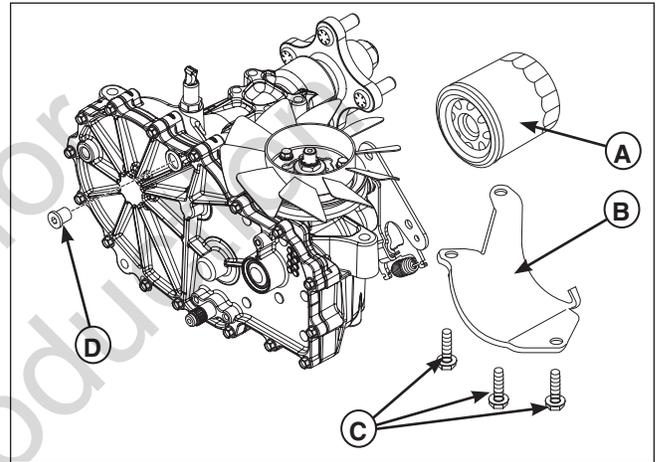

Figura 17. Transmisión (se muestra el lado izquierdo)
1. Ubique los filtros de aceite de transmisión (**A**, **Figura 17**) debajo de la parte trasera de la máquina en la transmisión.